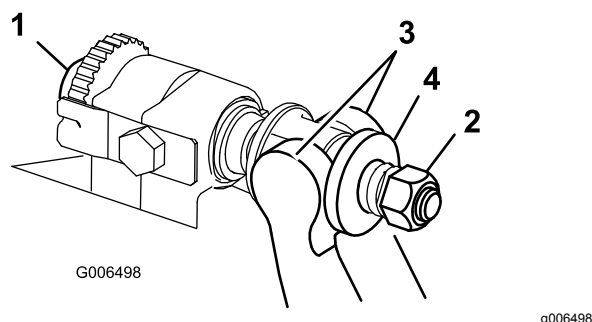

Figura 37
1. Rode os parafusos de ajuste da barra de apoio no sentido contrário ao dos ponteiros do relógio, para afastar a lâmina de corte do cilindro (Figura 37).
2. Faça recuar a porca da mola tensora até que a anilha deixe de estar sob tensão contra a barra de apoio (Figura 37).